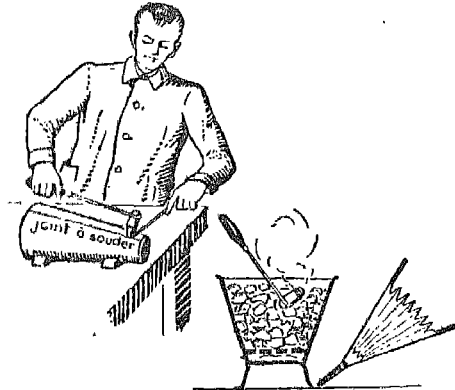

Fig. 6. — Observez ce ferblantier qui fait une soudure.
**REMARQUE.** En raison de la température élevée de la tête du fer à souder et se refroidit moins vite que le bec et le biseau, on ne doit pas le tenir plus longtemps au plus chaud du foyer. Veule par conséquent être tenu à l'écart du feu en plaçant le bec hors du feu (fig. 6).